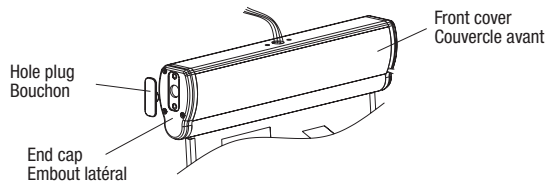

Fig. 5
2. Retirer le bouchon de l'embout de montage (Fig. 5).